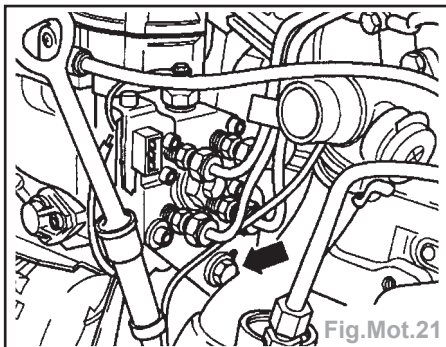

Fig.Mot.21
- Dévisser la vis de fixation du support arrière (flèche) (Fig.Mot.21).